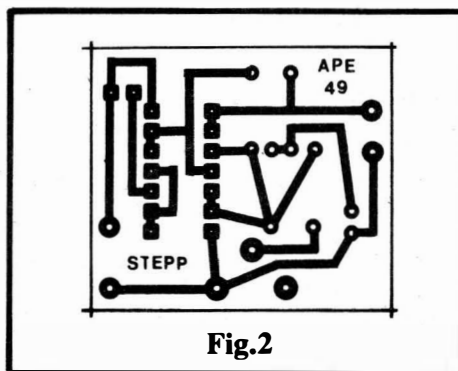

Fig.2
- FIG. 2 - LAY OUT DO CIRCUITO IMPRESSO ESPECÍFICO - Como sempre aqui em APE, procuramos condensar bem a placa, sem contudo "espremer" tanto as ilhas e pistas que possam dificultar os trabalhos de um montador/construtor menos experiente... Assim, o padrão de ilhas e pistas (em tamanho natural, na figura...) é pequeno mas não "apertado", fácil de reproduzir durante a confecção... Recomendamos algum cuidado na verificação final das regiões próximas as ilhazinhas destinadas à recepção das "pernas" do Integrado, inevitavelmente muito pequenas e próximas umas das outras (é aí que "mora o perigo" de "curtos" ou contatos indevidos, tanto por lapsos na corrosão da pellicula cobreada, quanto durante as soldagens, devido a "corrimentos", essas coisas...).